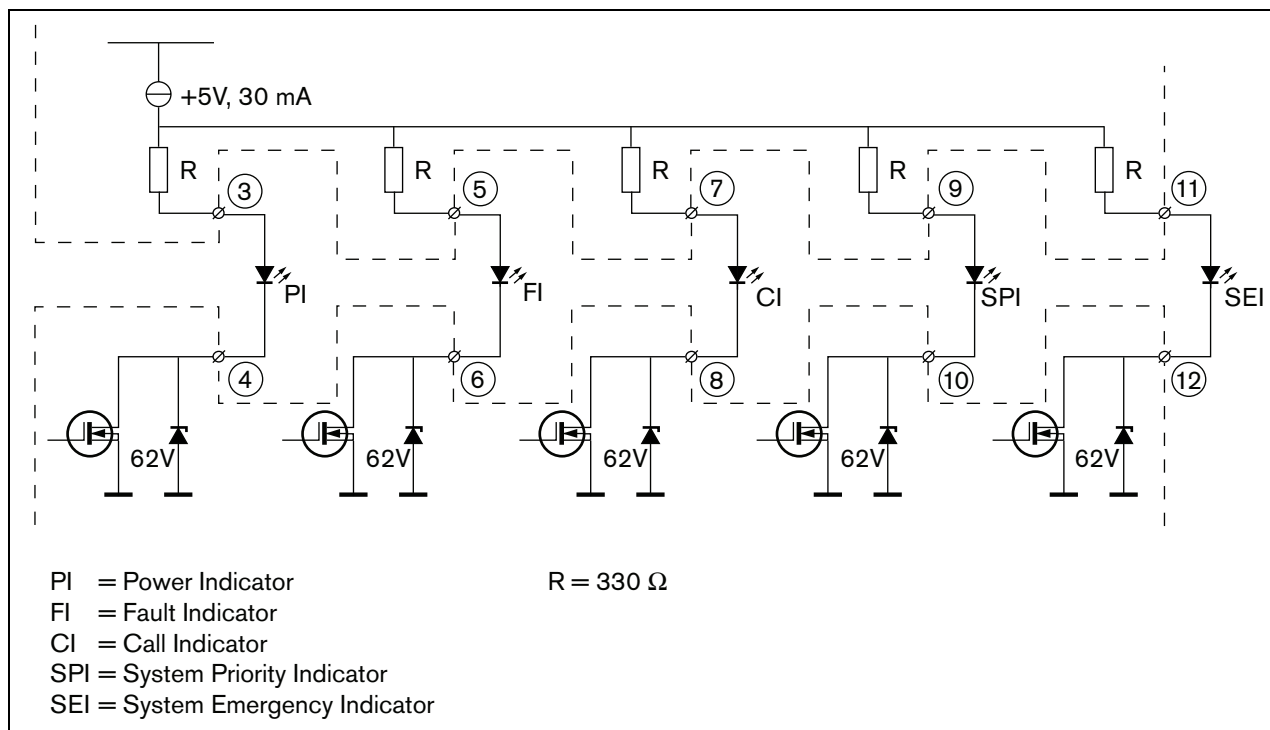

Abb. 21.9: Extern versorgte LED
- Intern mit Strom versorgte Lampe oder LED. Siehe Abb. 21.9 für ein Anschlussschaltbild.